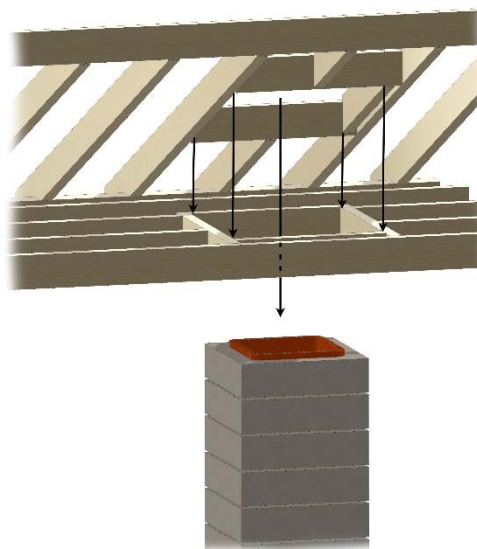

Figura 26. Penetración en el techo
C. Mida hacia todos los lados del clavo y marque la abertura requerida, y luego haga un agujero en el techo. Recuerde que el agujero se mide en la horizontal, y luego se proyecta hacia el techo. El agujero puede ser entonces más grande, dependiendo de la inclinación del techo. Véase la figura 26.